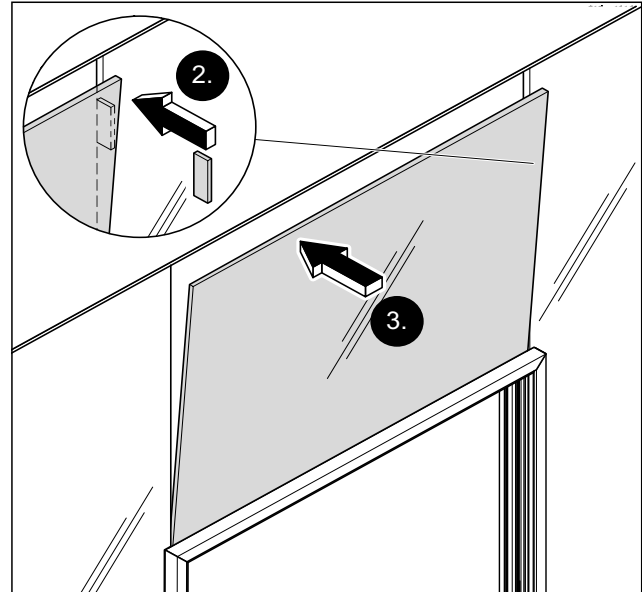

Abb. 28 Das Oberlicht ausrichten und in Position halten
2. Den Abstand zwischen Oberlicht und Seitenteilen mit einem Abstandhalter sicherstellen (Abb. 28).